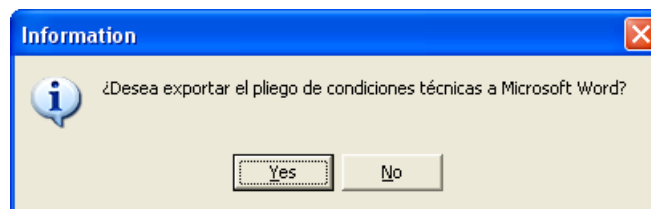

Figura 8.20. Exportación del Pliego de condiciones técnicas a Microsoft Word
- Pliego de condiciones técnicas. Elegimos el pliego de condiciones y nos pregunta si deseamos exportarlo a Microsoft Word (Figura 8.20), aceptamos y obtenemos el documento.